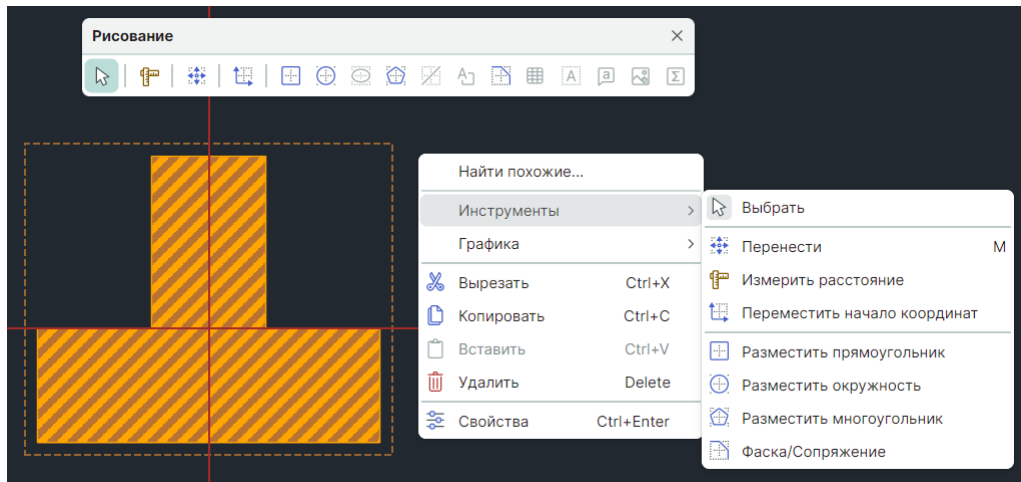

Рис. 52 Выбор инструмента и формирование фигуры
6. Сформируйте форму, используя инструменты графического редактора для создания замкнутой фигуры, из панели инструментов «Рисование» или из контекстного меню окна редактора фигур, см. Рис. 52.